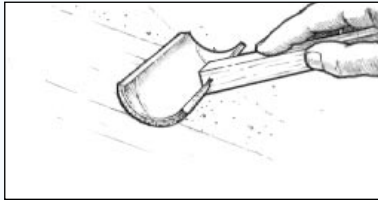

Figura 31 Peine el recubrimiento arrastrando una brocha de espuma ligeramente sobre el epoxi fresco.
8. “Peine” el recubrimiento arrastrando suavemente una brocha de espuma sobre el epoxi fresco en largas pasadas homogéneas y solapadas después de aplicar cada lote. Utilice suficiente presión para alisar la superficie, pero no demasiada para no eliminar el epoxi aplicado (*Figura 31*). Alternar el sentido de peinado de cada capa, la primera capa en sentido vertical, la segunda en sentido horizontal, la tercera en sentido vertical, etc. Un Recambio de Rodillo 800 de WEST SYSTEM puede cortarse en segmentos para formar una “brocha de peinado” excelente.